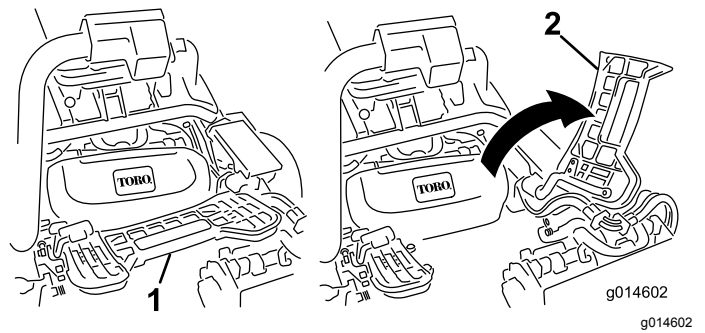

Figura 11
7. Para la instalación de la unidad de corte central, levante el reposapiés y gírelo hacia arriba, para tener acceso a la posición de la unidad de corte central (Figura 11).